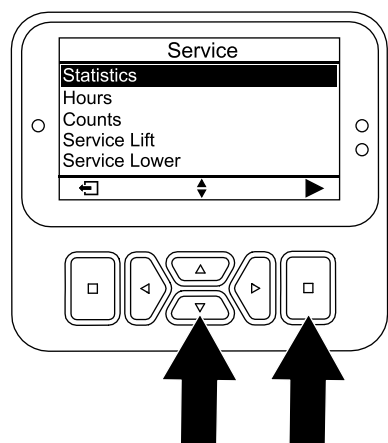

Figure 96
- 5. Dans l'écran ENTRETIEN, appuyez sur le bouton vers le bas jusqu'à ce que l'option STATISTICS (statistiques) soit sélectionnée, puis appuyez sur le bouton de sélection (Figure 96).